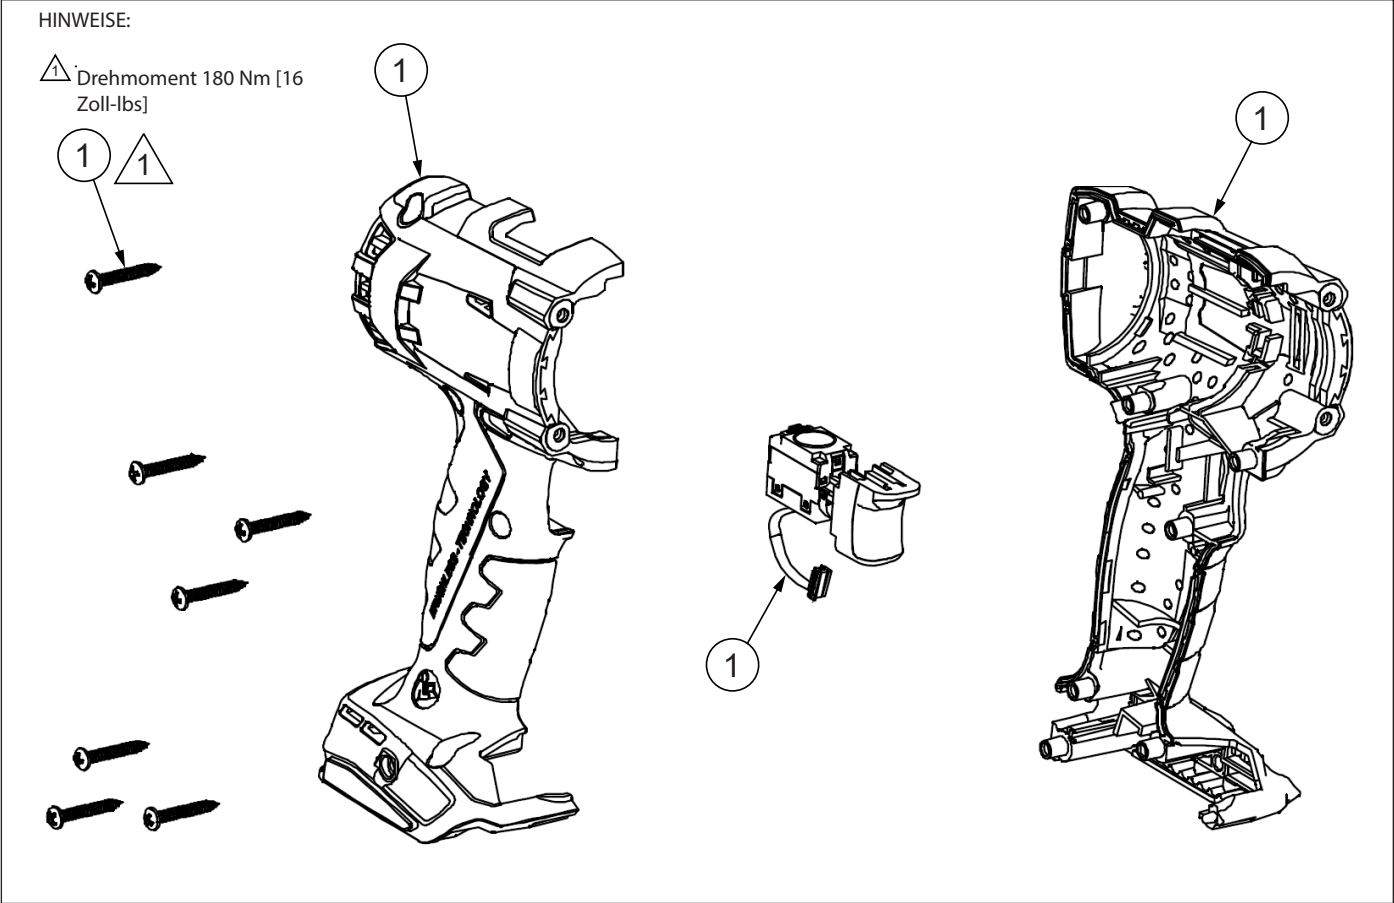

Abbildung 6: Griff-Reparaturkit
9.2.1 Tabelle der Teile (Abbildung 6)